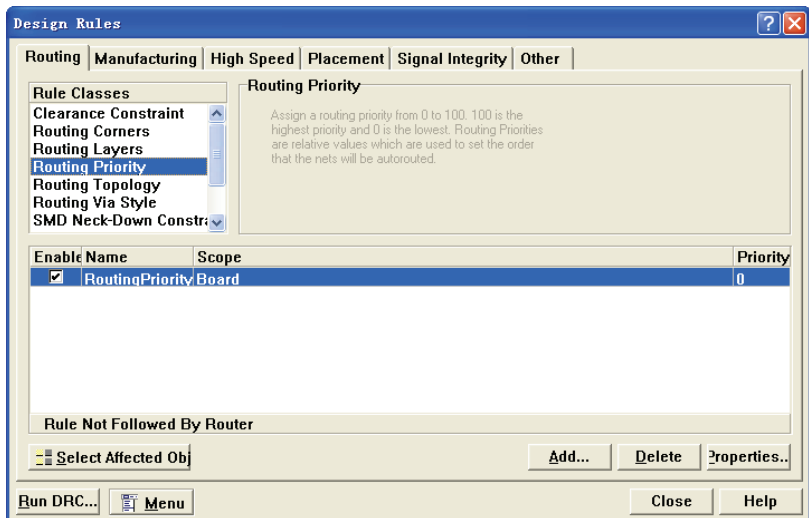

图 8-47 “Routing Priority” 规则设置选项
- “Routing Priority”（走线优先级规则）选项：设置布线优先级，如图 8-47 所示为该设置的对话框，在该对话框中可以设置每一个网络设置走线优先级。在 PCB 上空间有限，可能有若干根导线需要在同一块空间内走线才能得到最佳的走线效果，通过设置走线的优先级可以决定导线占用空间的先后。设置规则时可以针对单个网络设置优先级。Protel 99 SE 提供了 0~100 共 101 种优先级选择，0 表示优先级最低，100 表示优先级最高，默认的布线优先级规则为应用与所有网络的优先级为 0 的布线规则。